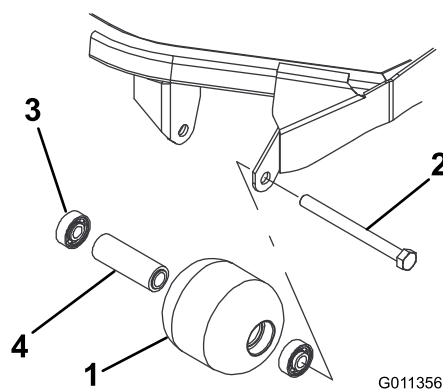

Рисунок 97
1. Снимите болт крепления валика (Рисунок 97).
- Осмотрите корпус, подшипники и распорную втулку подшипника валика на наличие повреждений (**Рисунок 97**). Замените все поврежденные компоненты и соберите их.
- Запрессуйте передний подшипник в корпус валика (**Рисунок 97**). Прикладывайте усилие только к наружному кольцу или одинаковое усилие к внутреннему и наружному кольцам.
- Вставьте втулку подшипника (**Рисунок 97**).
- Запрессуйте второй подшипник в корпус валика (**Рисунок 97**). Запрессуйте, нажимая с одинаковым усилием на внутреннее и наружное кольца до тех пор, пока внутреннее кольцо не войдет в контакт с проставкой.